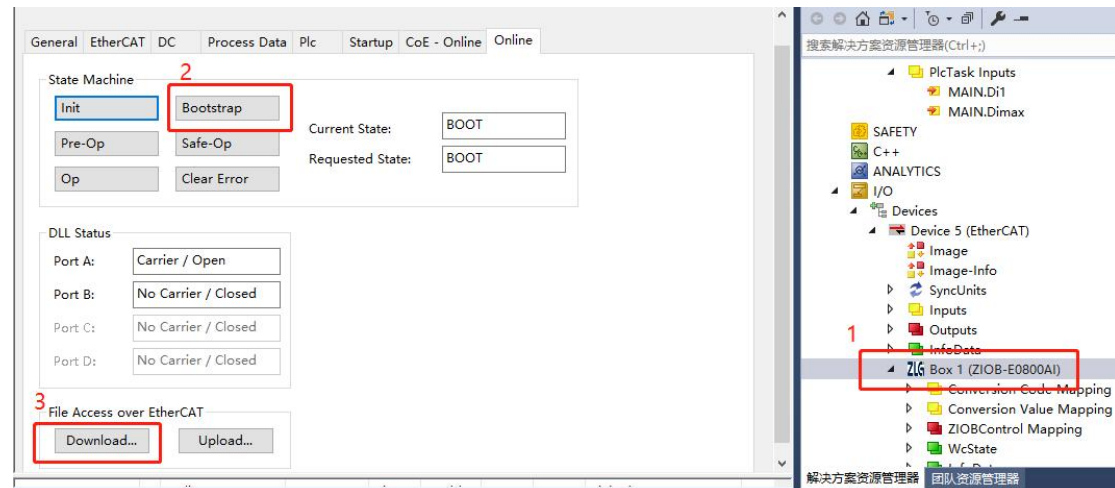

图 4-1 TwinCAT 下 FoE 升级步骤
(1) 将要升级的 EtherCAT 模组接入 EtherCAT 总线，扫描从站设备，在对应从站模块的 Online 界面，将状态机切换到 Bootstrap 模式，然后点击 Download 按钮，如图 4-1 所示。